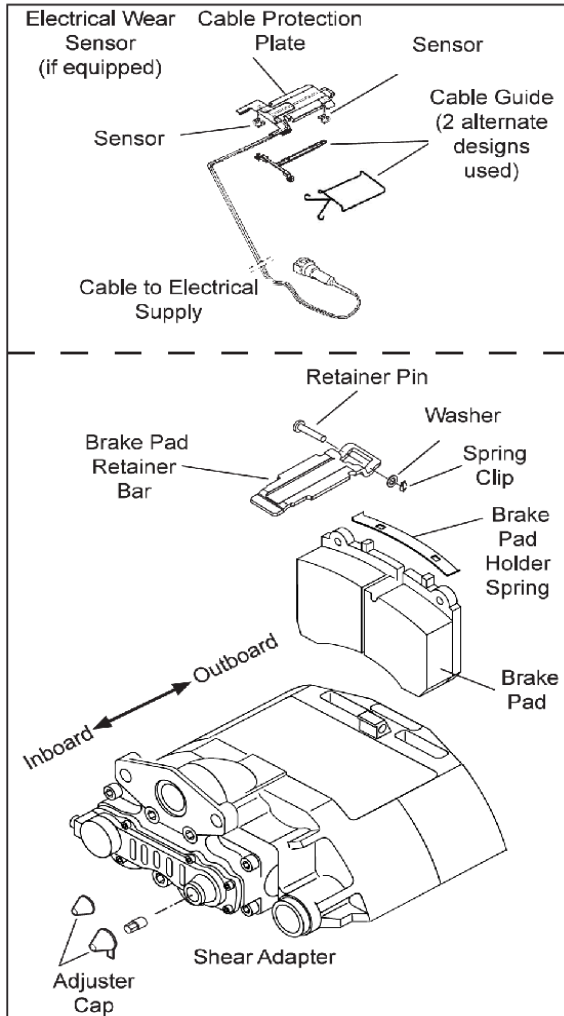

Figura 5: Reemplazo de la pastilla de freno
6. Mientras presiona contra la barra de retención de las pastillas de freno, retire el sujetador de resorte, la arandela, el pasador de retención y la barra de retención de las pastillas de freno. Ver la **Figura 5**.